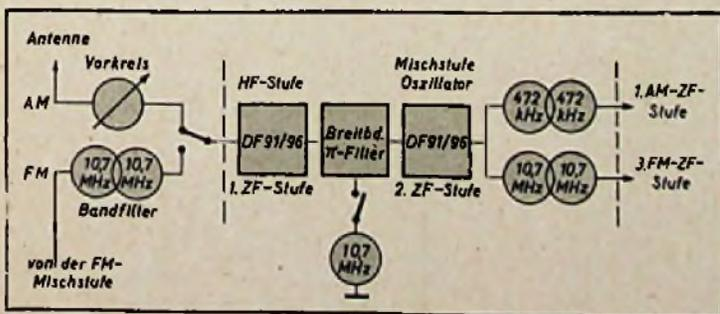

Abb. 4. Prinzipschaltbild der AM-Eingangsstufe
a) Vorkreis, HF-Stufe, Breitbandfilter (Abb. 4 und Abb. 5)